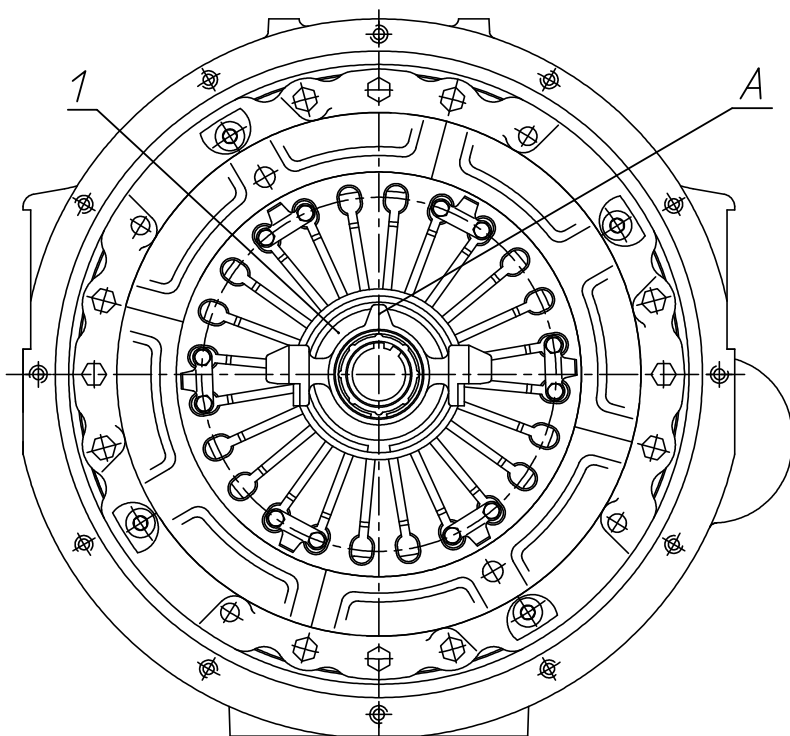

Рис. 25. Положение муфты выключения сцепления
5. С помощью специальной оправки, установленной на центрирующую оправку ведомого диска, сцентрировать муфту выключения сцепления 1 и развернуть её, как показано на рис. 25 (положение выступа А). Допускается угловое отклонение установки выступа А не более 10°.